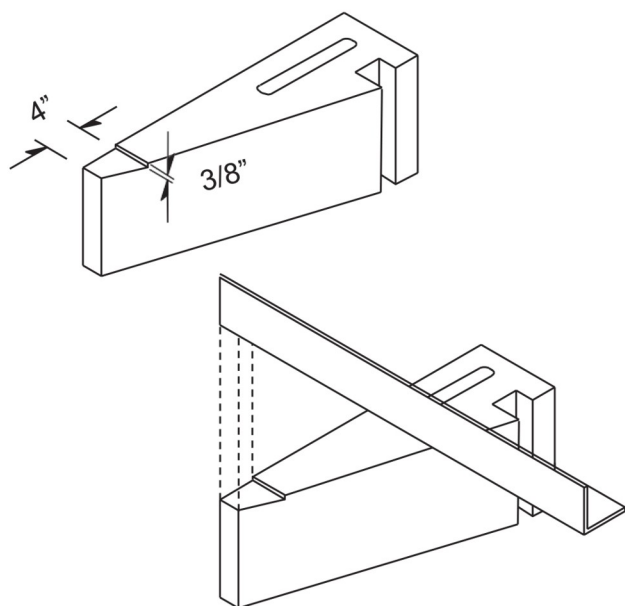

FIGURA 21
5. Este ángulo de acero se coloca sobre el componente superior de la pared lateral, con el brazo de cuatro pulg. en posición horizontal. Para evitar un problema con el grosor a la hora de poner el ángulo de acero, corte una muesca en el componente superior de la pared lateral en donde se situará el ángulo. Esta muesca tiene que ser cortada con una profundidad de aprox. 3/8". y debe comenzar en la cara frontal del componente de la pared lateral (tanto en la pared izquierda como en la derecha) y llegar a un punto de 4" hacia atrás en dirección al hogar. (Figura 21).